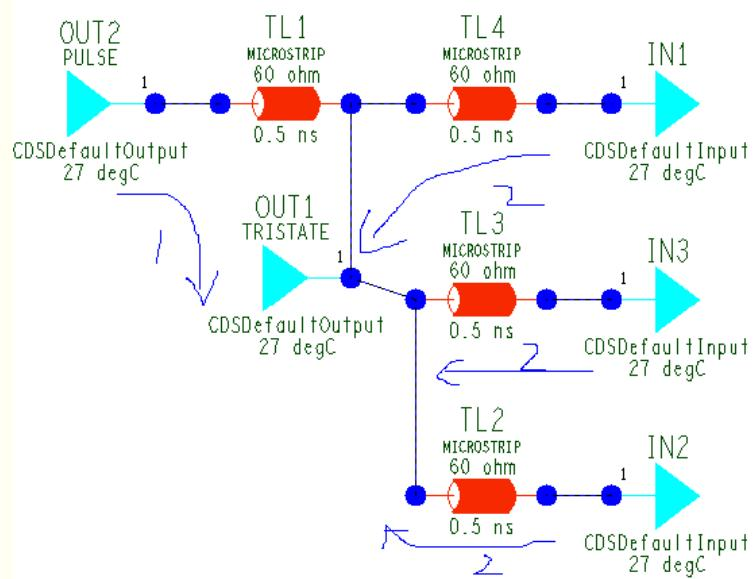

图 2-12 Star 拓扑结构图
2.3.2.10.5 Star 拓扑 如图 2-12 所示，首先 Driver PIN 以 Daisy Chain 拓扑连接完成后，所有的 Receive PIN 都连接到最后一个 Driver PIN 的引脚上。图中 1 表示第一步连接 Driver PIN，图中 2 表示 Receive PIN 从最近的 PIN 开始，都连接到最后一个 Driver PIN 上，这里为方便理解都看作第 2 步，实际上会按距离的长短来排序进行。